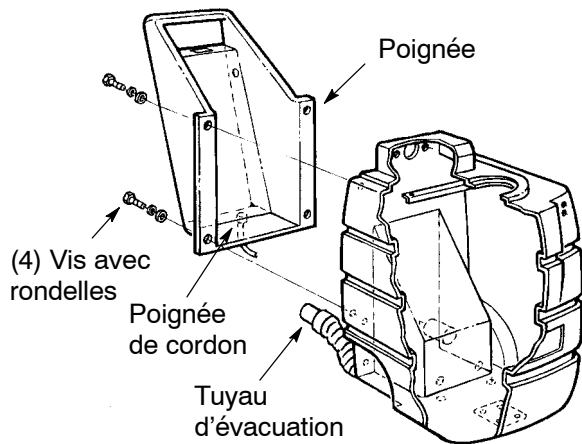

FIG. 1
1. Retirez la poignée de la position d'expédition. Retirez également de la machine les vis de montage supérieures de la poignée et les rondelles (Figure 1).